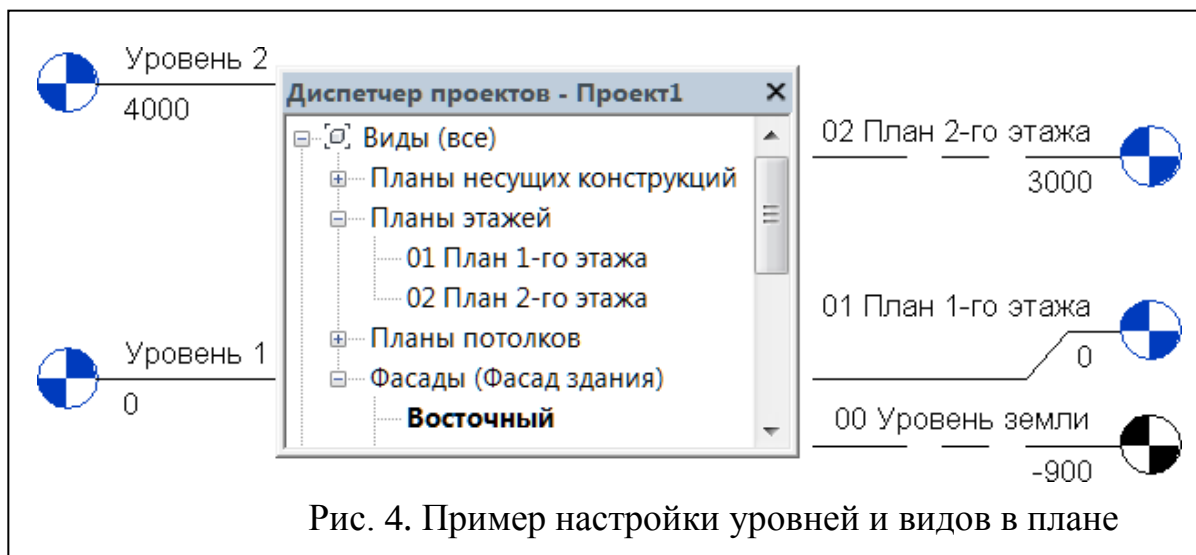

Рис. 4. Пример настройки уровней и видов в плане
По умолчанию в «Архитектурном» шаблоне два «Уровня» – на отметке «0.000» и «4000» и соответствующие им Виды плана/потолка. Создать/изменить высотную отметку уровня можно на видах фасадов (рис. 4).
- Если новый уровень сформировать командой «Копировать» (рис. 4 – «Уровень земли»), то он доступен только для привязки (например, верхней или нижней отметки высоты стен). Копии уровней не создают в «Диспетчере проекта» соответствующие им виды.